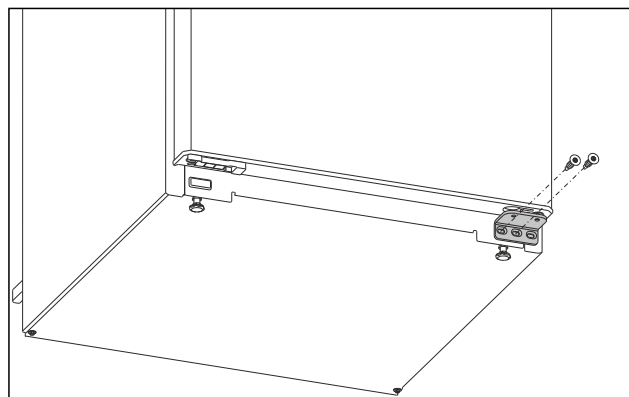

Fig. 6
- Draai de middelste schroef op de onderste lagerbok los met een Torx 20-schroevendraaier. *Fig. 6 ()*
- Draai de binnenste schroef van de onderste lagerbok los met een Torx 20-schroevendraaier. *Fig. 6 ()*